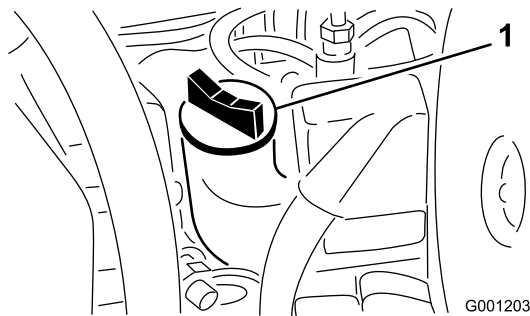

Bild 23
3. Wenn der Ölstand unter der Voll-Marke liegt, nehmen Sie den Fülldeckel ab (Bild 23) und gießen Sie genug Öl ein, um den Ölstand bis zur Voll-Marke anzuheben. **Füllen Sie nicht zu viel ein.**